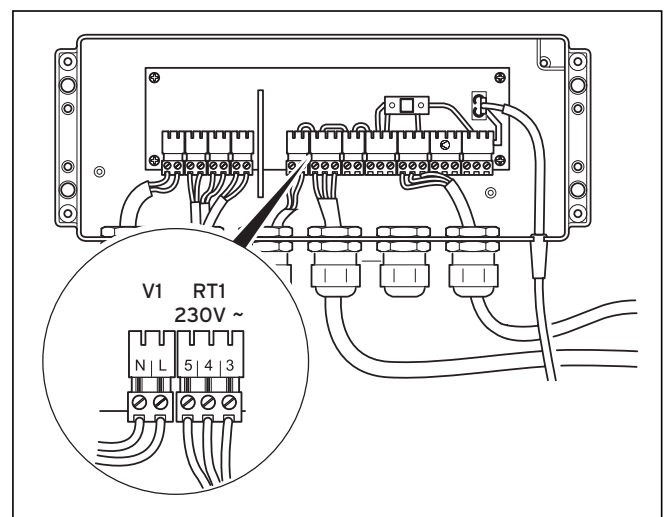

Abb. 5.12 Anschluss von Zonenventilmotor und Raumtemperaturregler
- Schließen Sie die Anschlusskabel entsprechend Abb. 5.12 an die entsprechenden Schraubklemmen des System ProE an.